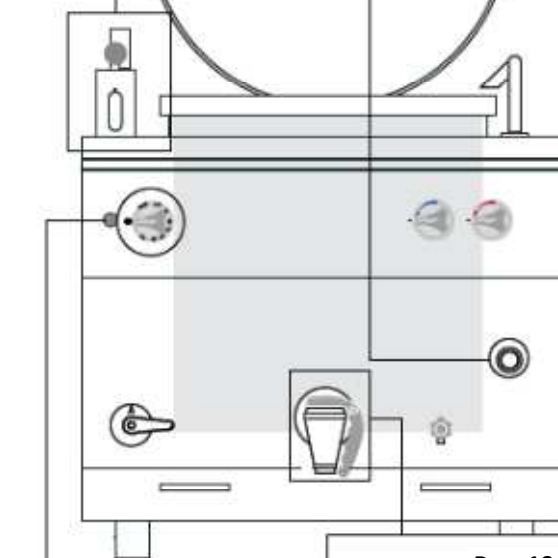

Рис. 10
1. Под сливным крапом размещают емкость для пищи (из подходящего материала и имеющую достаточный объем) (рис. 10).